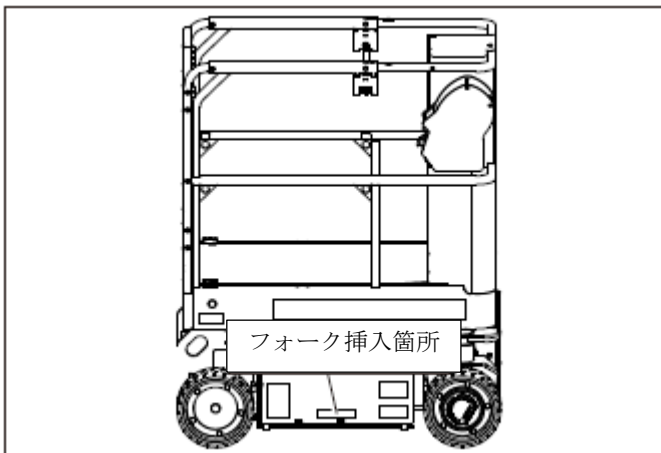

図7 - シャーシ側面
3. 転倒防止スキッドの下の指定箇所に、フォークリフトのフォークを直接挿入します（図7を参照）。